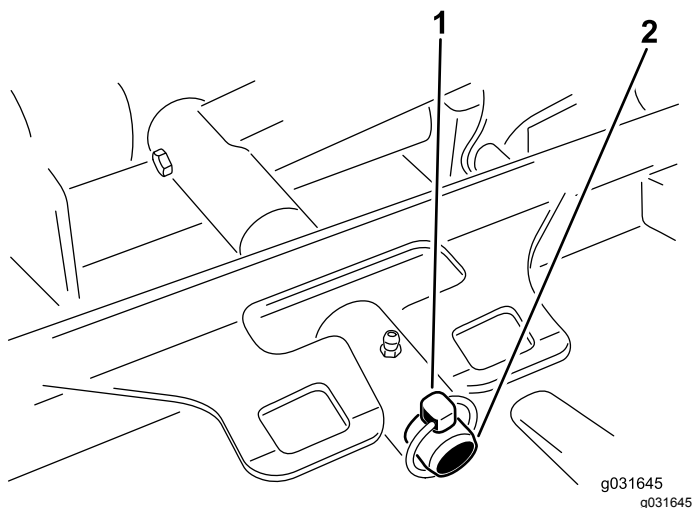

图 68
3. 卸下将刀盘承载架固定至提升臂枢轴销的保险销或锁紧螺母 图 68。
3. 将刀盘承载架滑到提升臂枢轴销上并用保险销或锁紧螺母固定 图 68。